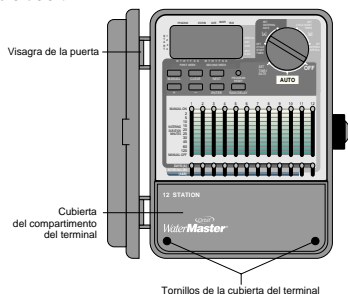

FIGURA 3: Controlador de exterior. Vista de la cubierta de los terminales
- Retire la cubierta del compartimento de los terminales destornillando los dos tornillos y tirando de la cubierta de plástico hacia delante [Vea la Figura 3].